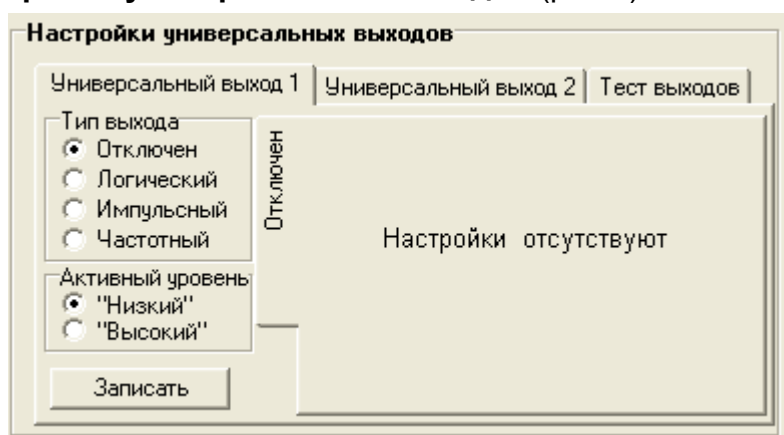

Рис.9. Вид области «Настройки универсальных выходов».
2.4.1. Установочные параметры универсальных выходов находятся во вкладке **Настройки** главного окна программы «Монитор» в области **Настройки универсальных выходов** (рис.9).